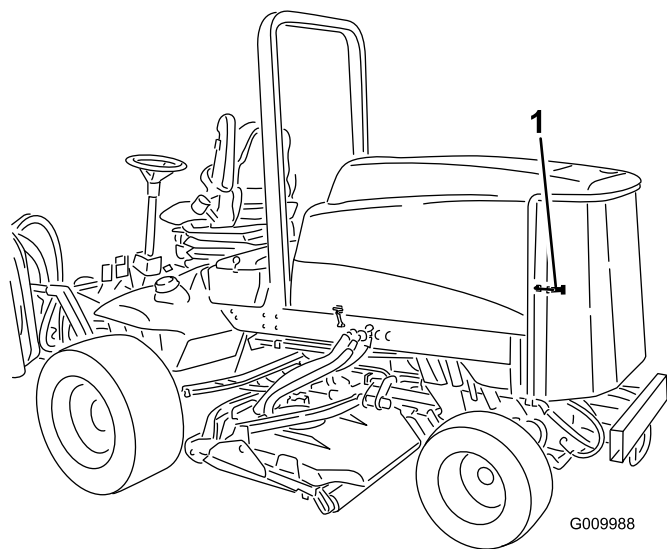

図 45
1. 後部スクリーンのラッチを外してスクリーンを開く 図 45。スクリーンを丁寧に清掃する。